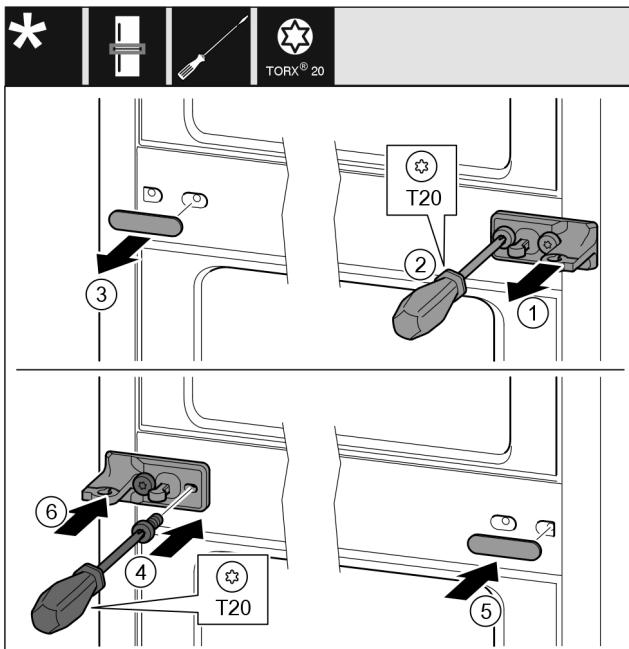

Fig. 11
- ▶ Зніміть перстину. Fig. 11 (1)
- ▶ Викрутіть гвинти за допомогою викрутки T20. Fig. 11 (2)
- ▶ Обережно зніміть кришку. Fig. 11 (3)
- ▶ Опорний кронштейн із півкою, повернутий на 180°, закріпіть гвинтами з іншого боку. Fig. 11 (4)
- ▶ Кришку, яка повернута на 180°, розмістіть з іншого боку. Fig. 11 (5)
- ▶ Встановіть перстину спереду. Fig. 11 (6)